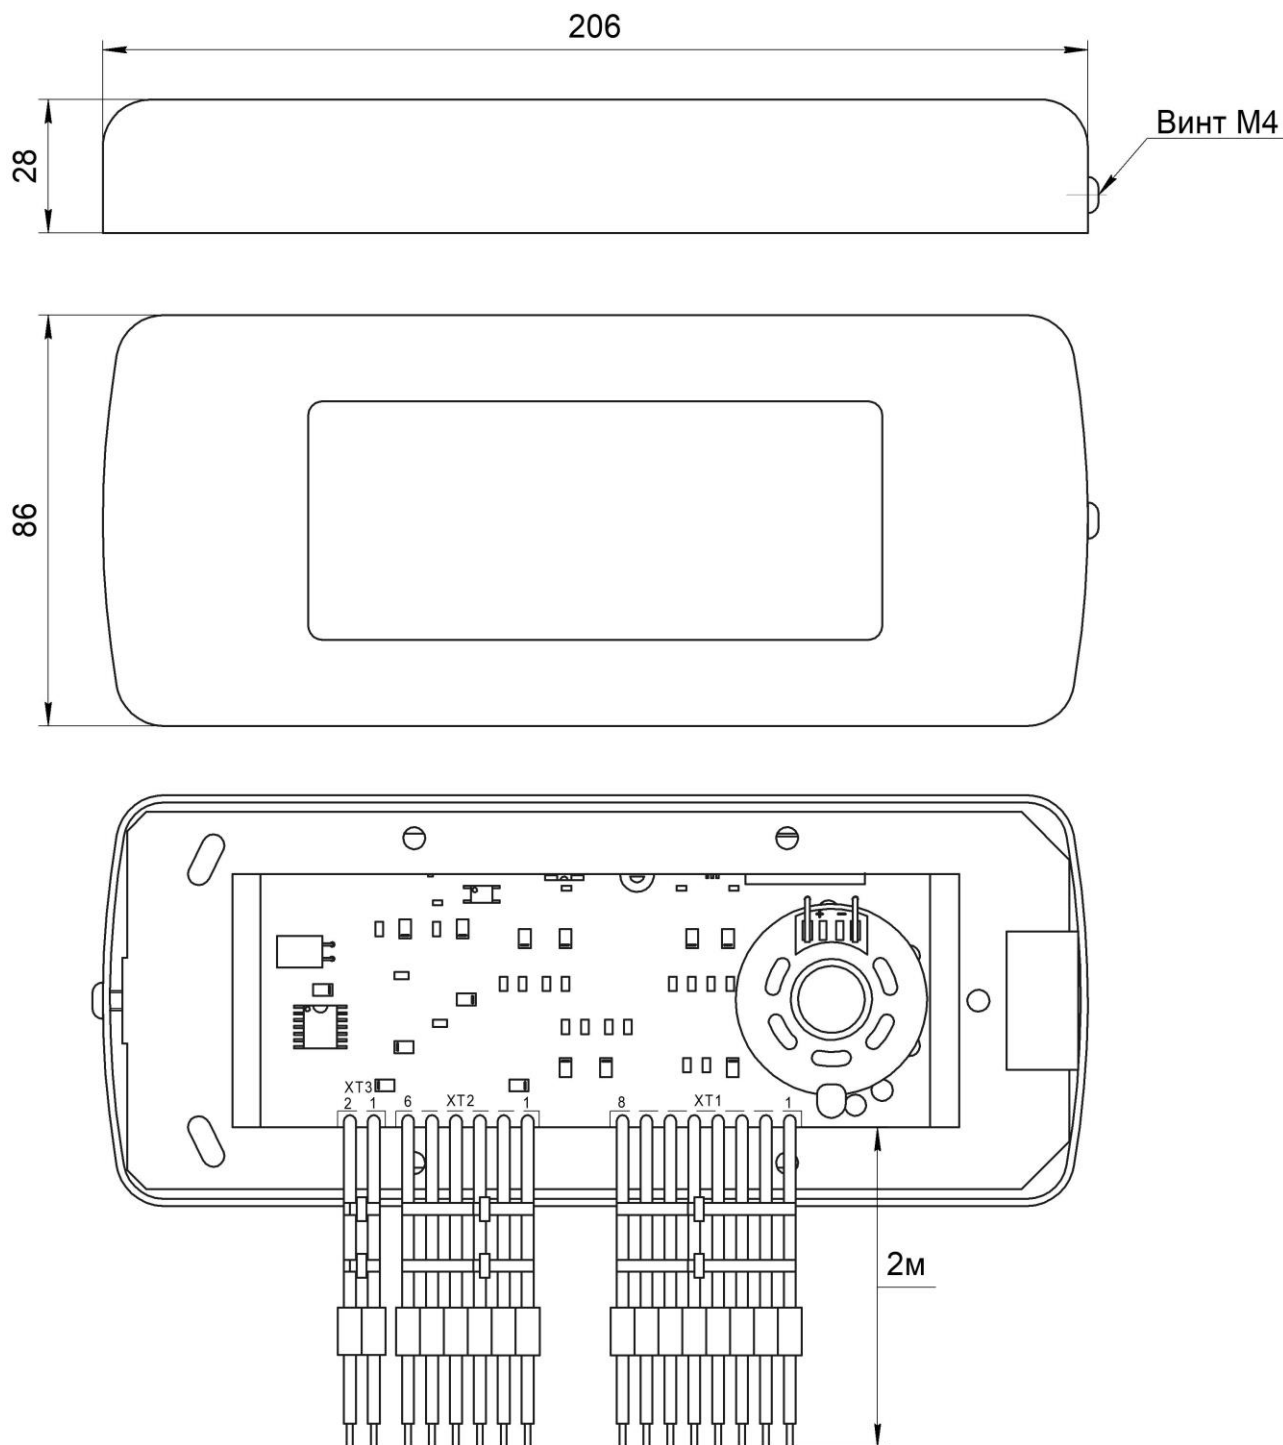

Рис.1 Габаритные и установочные размеры Табло накладное ГОНГ(Ш) НШЕК.468232.096
4.1.3 Подключить Табло накладное ГОНГ(Ш) в соответствии с таблицами 1, 2, 3. Внешний вид устройства показан на рис.1.